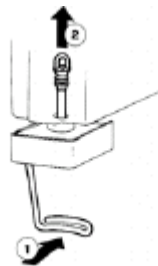

рис. 2
5. **Кран с резиновой прокладкой:** нажмите (1) на рукоятку управления краном и вытяните (2) резиновую прокладку через выходное отверстие контейнера (см. рис. 2).